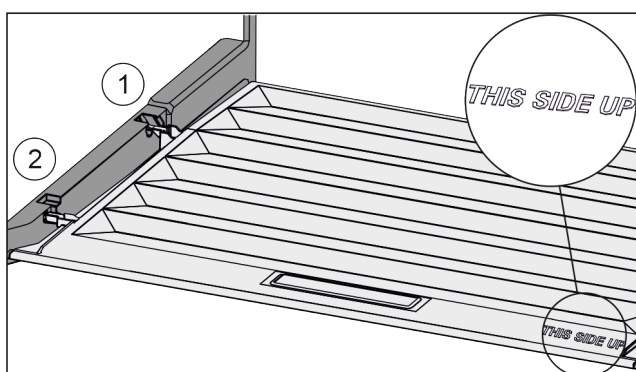

Fig. 28
- ▶ Výstupky víka zavedte do zadních držáků Fig. 28 (1) a vpředu zaklesněte do držáku Fig. 28 (2).